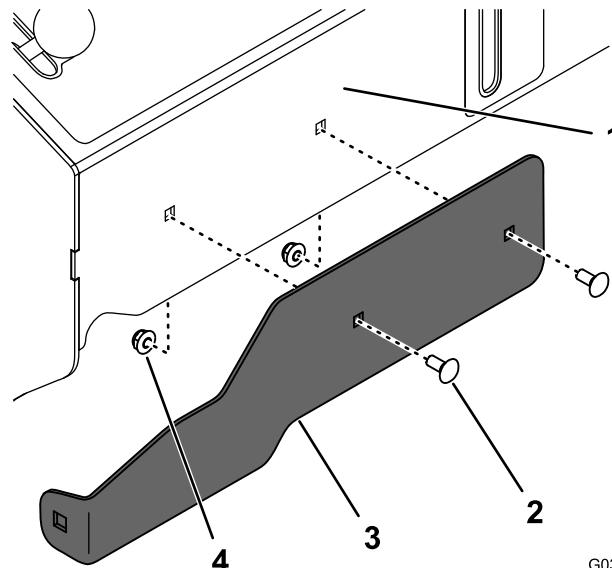

Figura 12
11. Instale provisionalmente el soporte de montaje delantero en la parte delantera de la columna de control con 2 pernos de cuello cuadrado ($\frac{1}{4}$ " x $\frac{5}{8}$ ") y 2 contratuerca ($\frac{1}{4}$ "), según se muestra en Figura 12.